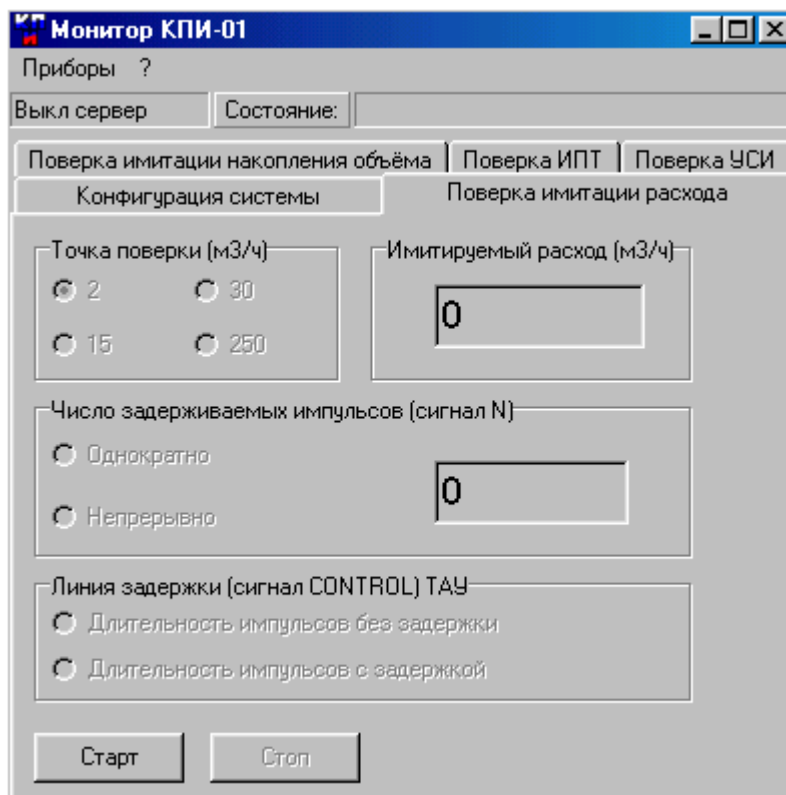

Рис. 24. Вид вкладки Поверка имитации расхода.
5.7.4.1.2. Для определения относительной погрешности воспроизведения расхода активизируется вкладка **Поверка имитации расхода** (рис.24). Последовательно задается три значения расхода: 15 м³/ч, 30 м³/ч и 250 м³/ч (значение расхода выбирается с допуском ± 10 %).